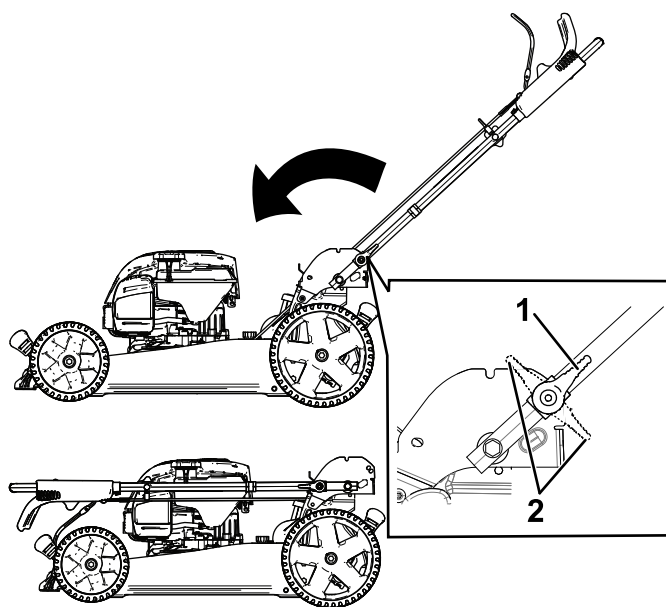

図 21
3. ハンドルロックを解除する 図 21。
4. ハンドルを前方に一杯に折りたたむ 図 21。